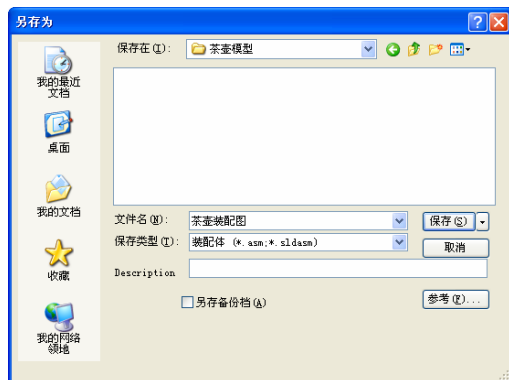

图 11-31 “另存为”对话框
② 保存文件。选择菜单栏中的“文件”→“保存”命令，或者单击“标准”工具栏中的“新建”图标，此时系统弹出如图 11-31 所示的“另存为”对话框。在“文件名”一栏中输入“茶壶装配体”，然后单击“保存”按钮，创建一个文件名为“茶壶装配体”的装配文件。